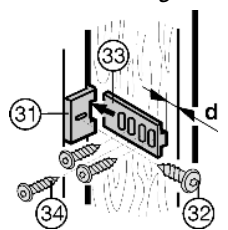

Fig. 19
- ▶ Соединительную деталь дверцы Fig. 19 (31) закрепите винтом Fig. 19 (32), при этом обратите внимание на положение ручки. При полностью открытой дверце:
- ▶ Вставьте соединительную шину дверцы Fig. 19 (33) и привинтите к дверце шкафчика винтами Fig. 19 (34). При этом соблюдайте расстояние d (толщина стенки кухонного шкафчика).